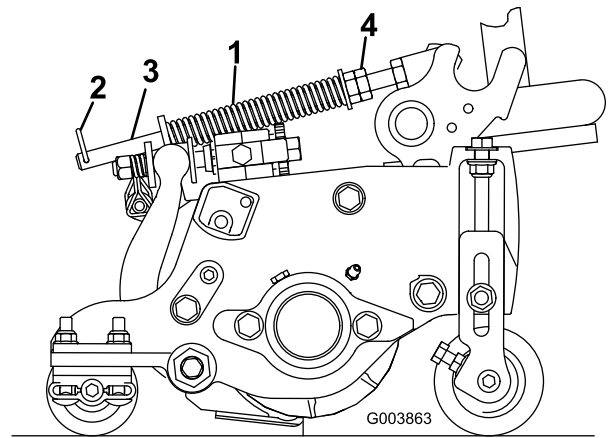

Figure 14
2. Serrez les écrous hexagonaux à l'extrémité avant de la tige de ressort jusqu'à ce que la longueur du ressort comprimé soit égale à 16 cm, comme montré à la Figure 14.
Le ressort de compensation (Figure 14) transfère le poids du rouleau avant au rouleau arrière, ce qui aide à réduire la formation d'ondulations à la surface de la pelouse.
1. Vérifiez que la goupille fendue est insérée dans le trou de la tige de ressort (Figure 14).